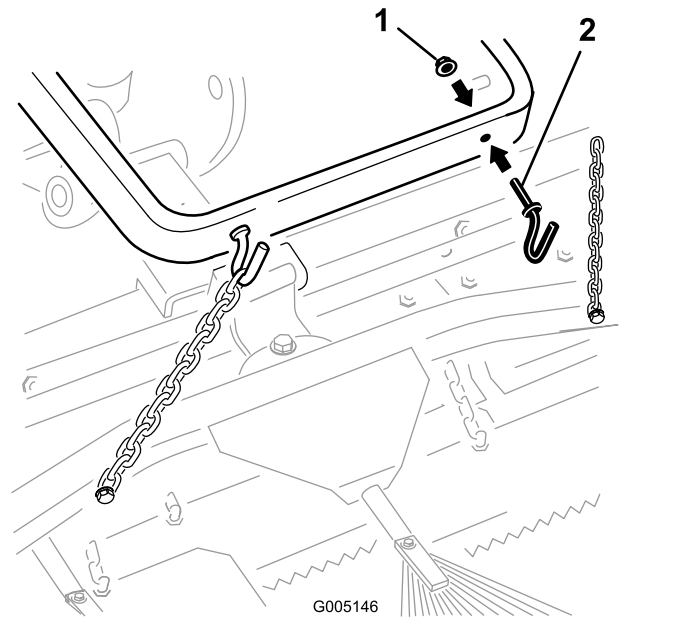

Figura 5
- A. Montai 2 cârlige în spatele braului de ridicare cu 2 piulițe (3/8") (Figura 5). Fixai lanurile de cârlige la lungimea dorită.